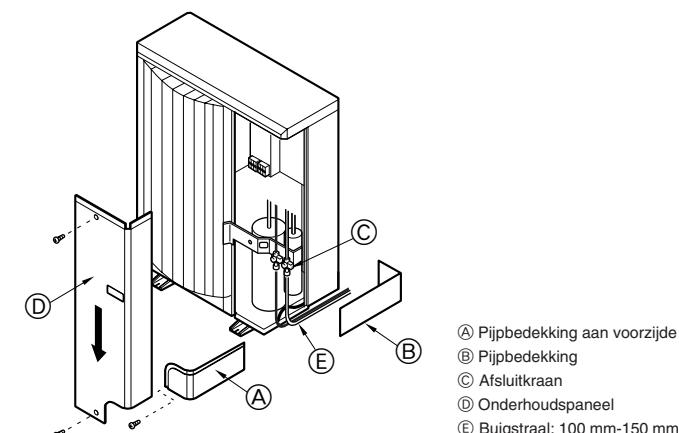
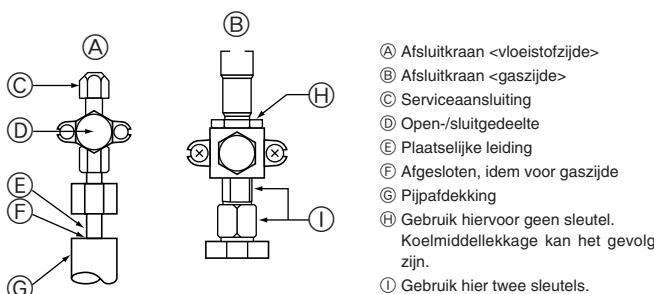

Fig. 4-2
Fig. 4-3
4.3. Koelleidingen (Fig. 4-2), (Fig. 4-3)